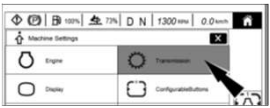

Fig. 7
7. Gehen Sie jetzt zurück zum Menü "Maschineneinstellungen" und wählen Sie „Getriebe“ (Abb. 7).